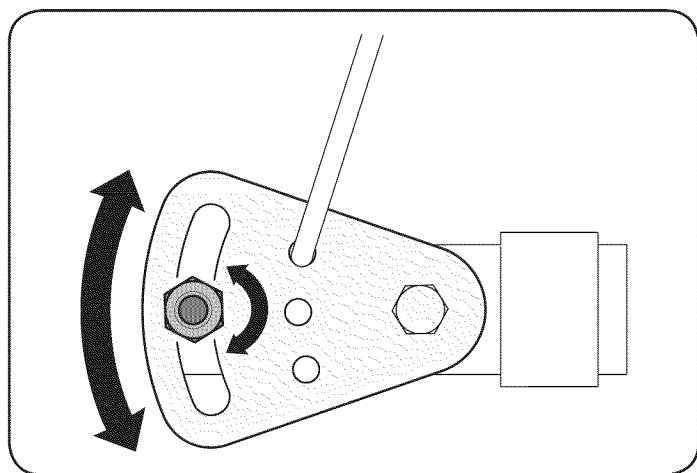

Figura 24
Si toda la gama de velocidades (adelante y atrás) no se puede lograr, se refieren a la Figura 24 y ajustar el cable de cambio de la siguiente manera:
2. Afloje la tuerca hexagonal en el soporte de cambio de índice de cable. Véase la Figura 24.